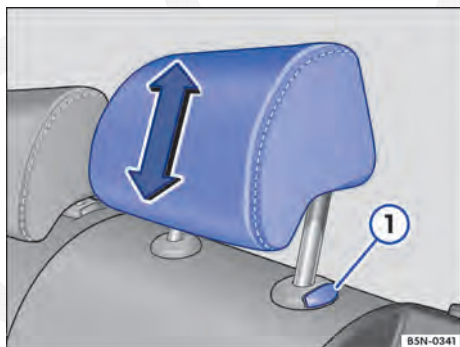

Fig. 52 Remover o apoio para cabeça da segunda ou terceira fileira.
- Retirar o apoio para cabeça com o botão ⇒ Fig. 52 ① totalmente pressionado.